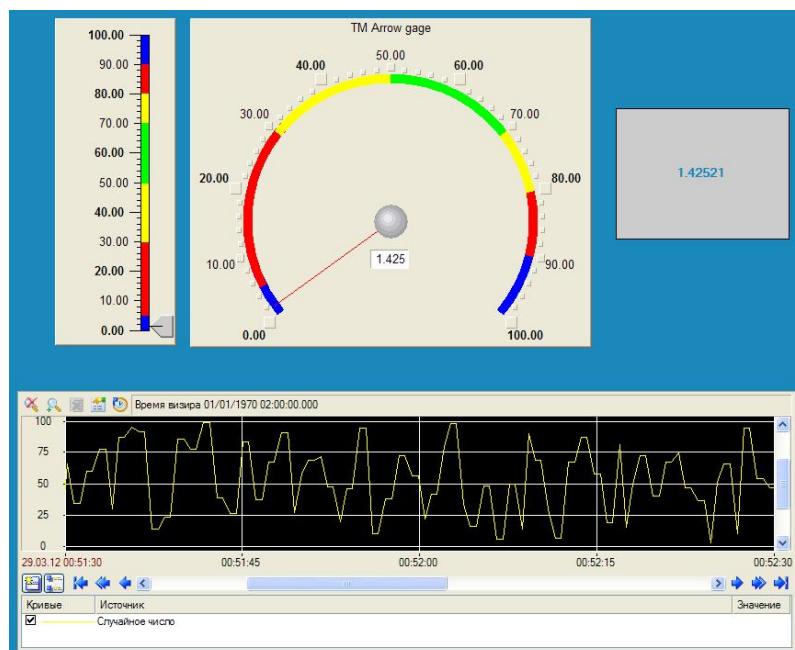

Рис.2.10. Результат.
4. Зберегти проект для MPV. Відкрити профайлер, запустити збережений проект. Отриманий результат має відповідати зображеному на рис.2.10.